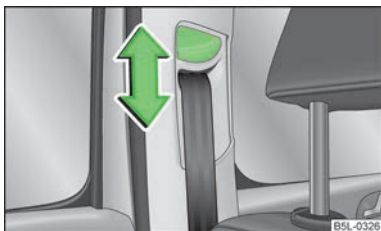

Fig. 121
- Apăsați armătura de ghidare și împingeți în direcția dorită, înspre în sus, sau înspre în jos » fig. 121.